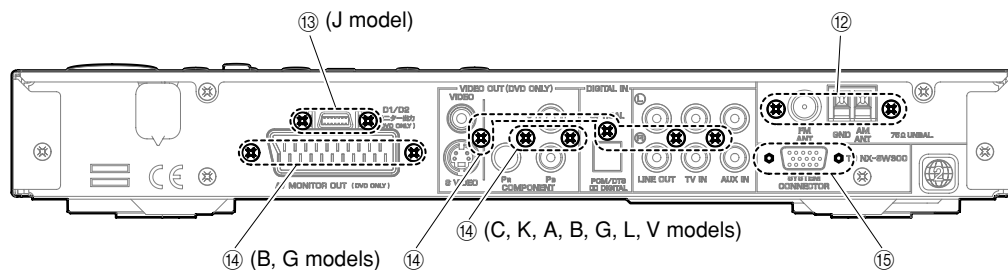

Fig. 7
- Remove 2 screws (12). (Fig. 7)
- 12のネジ2本を外します。(Fig. 7)
- Remove 6 screws (C, K, A, L, V models) / 8 screws (B, G models) (14). (Fig. 7)
- Remove 2 jack screws (15). (Fig. 7)
- 13のネジ2本を外します。(Fig. 7)
- 14のネジ4本を外します。(Fig. 7)
- 15のジャックスクリュー2本を外します。(Fig. 7)